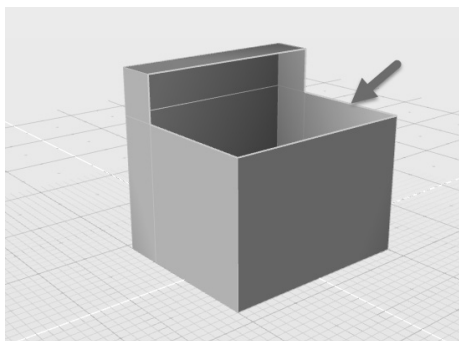

图 6-48 未封闭边可自动识别
2) 激活“填充孔”工具，单击 PolyNURBS 对象，则未封闭处被自动识别，显示为亮蓝色，如图 6-48 所示。